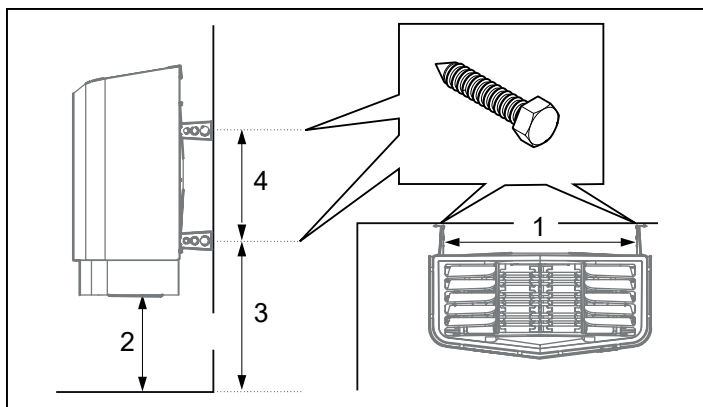

Fig 18: Måttsättning
6. Placera konsolskruvarna enligt måttsättning se Fig 18.